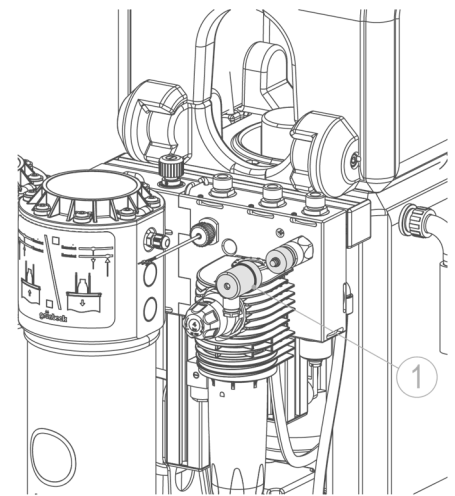

Abb. E-4: Druckschalter Druckerhöhung
- Stecker Druckschalter (siehe Abb. E-4, Pos. 1) auf den Druckschalter stecken - Druckerhöhungspumpe beginnt zu fördern. Um die Verbindungsleitung Umkehrosmose (bauseitige Verrohrung) zu entlüften – ggf. Überwurfmutter leicht lösen bis die Luft entwichen ist.